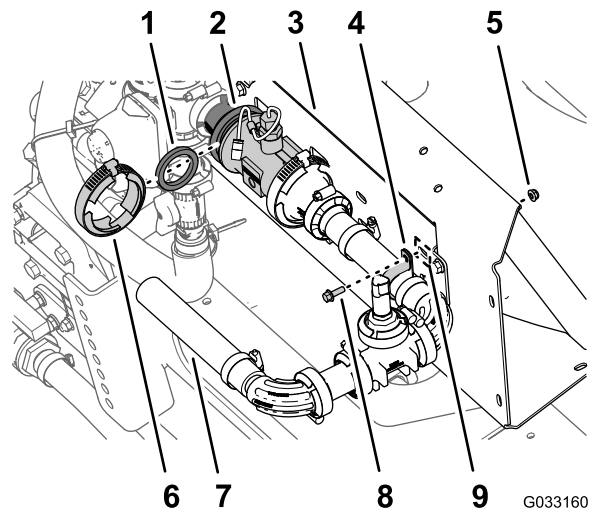

图84
1. 将在 拆下接头管和异径管适配器 \(页码 19\) 的步骤 3 中卸下的垫片2-1/4 英寸放在主控制阀右侧安装的流量计与异径管适配器之间 图84。
2. 使用在 拆下接头管和异径管适配器 \(页码 19\) 的步骤 2 中卸下的法兰夹具76mm松松地安装垫片、流量计和异径管适配器 图84。
3. 如 图84 所示用 R 形夹、凸缘头螺栓 1/4 x 3-1/4 英寸和凸缘锁紧螺母 1/4 英寸将压力传感器和歧管固定到歧管安装架的槽上。